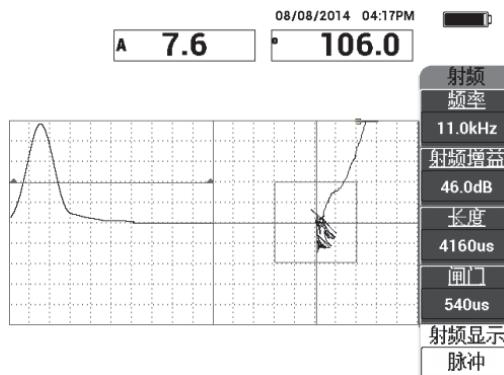

图 6-6 脉冲显示
- 如果用户愿意，可以将射频显示（E 键）设为脉冲（参见第 117 页的图 6-6）。但是，我们建议使用射频显示模式，因为这样更容易地对每个信号震荡进行判读。